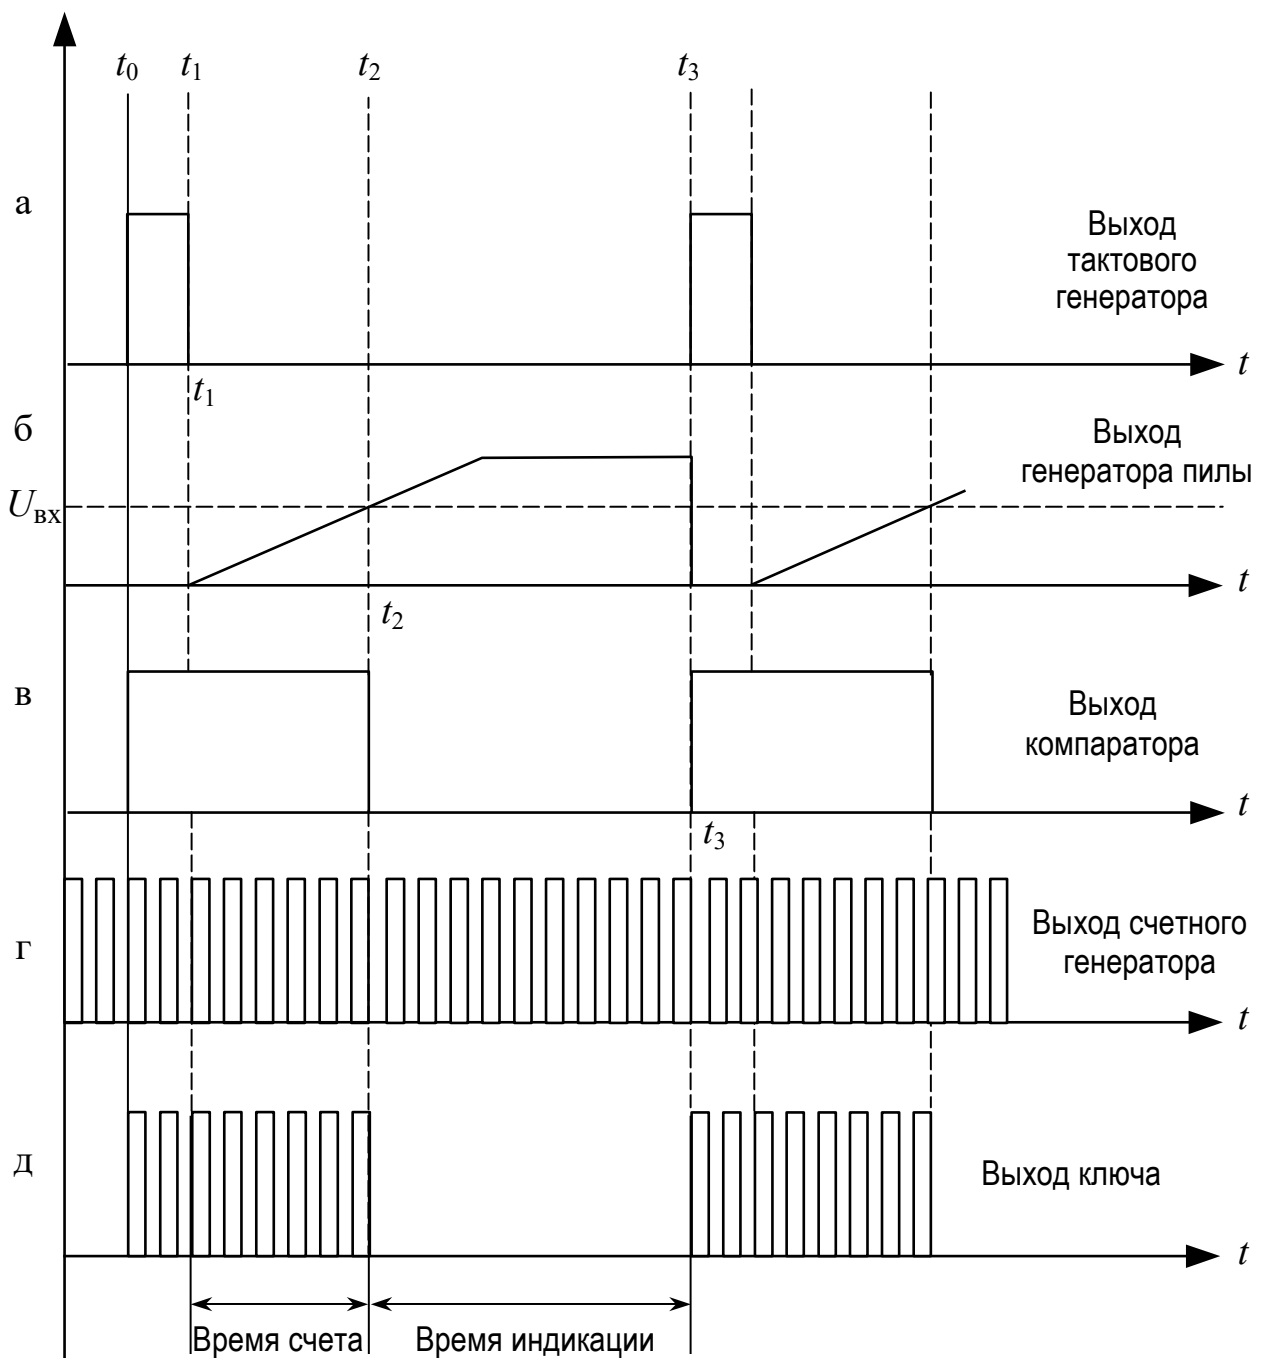

Рис. 9.2. Временные диаграммы работы АЦП
Работа всего устройства управляется тактовым генератором. Этот генератор выдает импульсы, показанные на рис. 9.2а. В момент времени t_0 на выходе тактового генератора возникает высокий уровень потенциала (логическая 1). Этот уровень подается на счетчик и на генератор пилы. При этом на счетчике устанавливаются нулевые показания независимо от его предыдущих показаний. На генераторе пилы этим же потенциалом устанавливается нулевое напряжение на выходе. Выход генератора пилы поступает на один из входов компаратора, на другой вход компаратора подается измеряемое напряжение $U_{вх}$.
Такое состояние схемы продолжается от момента t_0 до момента t_1 . Длительность этого отрезка времени выбирается такой, чтобы все переходные процессы в счетчике и в генераторе пилы окончились. В момент времени t_1 исчезает высокий потенциал на выходе тактового генератора, снимается запрет на счет в счетчике, и он начинает считать импульсы счетного генератора. Одновременно начинает работать генератор пилы. На его выходе начинает нарастать напряжение по линейному закону (пилообразное напряжение, рис. 9.2б). В момент времени t_2 напряжение пилы достигает значения U_{BX} и становится больше его. Потенциал на выходе компаратора резко падает и запирает ключ.
Количество импульсов, прошедших на счетчик, а следовательно, и его показания будут (см. рис. 9.2) пропорциональны частоте счетного генератора и длительности интервала времени от t_1 до t_2 , в течение которого открыт ключ. Это время пропорционально величине $U_{\text{вх}}$ (чем выше $U_{\text{вх}}$, тем позже напряжение пилы сравняется с ним) и обратно пропорционально скорости нарастания пилы (чем выше скорость, тем меньше времени нужно, чтобы напряжение пилы сравнялось с $U_{\text{вх}}$). Таким образом:
Тактовый генератор. Тактовый генератор представляет собой несимметричный мультивибратор, собранный на логических элементах DD3.3 и DD3.4. Длительность пребывания мультивибратора в каждом из двух состояний определяется временем зарядки и перезарядки конденсатора С4. Зарядка, т.е. возрастание положительного потенциала на левой обкладке, происходит током по цепи R18, R19, разрядка же в основном происходит через малый резистор R20 и открытый в это время диод VD3. Форма сигнала на выходе показана на рис. 9.2а. Время индикации результата измерений определяется расстоянием между тактовыми импульсами и может регулироваться переменным резистором R19.
3. Подключить на вход прибора источник постоянного напряжения и получить осциллограммы, показанные на рис. 9.2а, б, в, г, д.